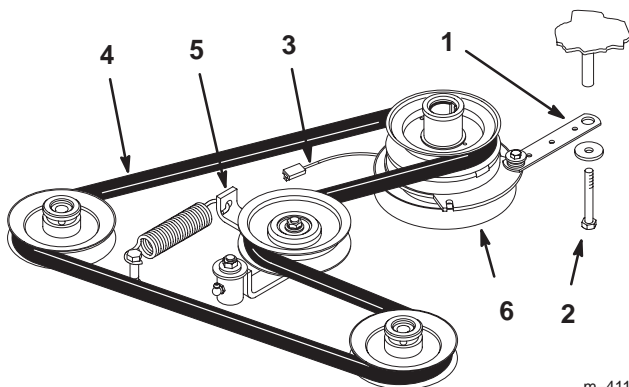

Figure 60
2. Retirez le boulon de la barrette de l'embrayage et débranchez le fil de l'embrayage électrique (Fig. 60).
3. Écartez la poulie rappelée par ressort. Déposez la courroie de transmission des poulies du moteur et de la pompe hydraulique (Fig. 60).
4. Installez la courroie neuve sur les poulies du moteur et de la pompe hydraulique (Fig. 60).
5. Écartez la poulie rappelée par ressort, alignez la courroie, puis relâchez-la (Fig. 60).